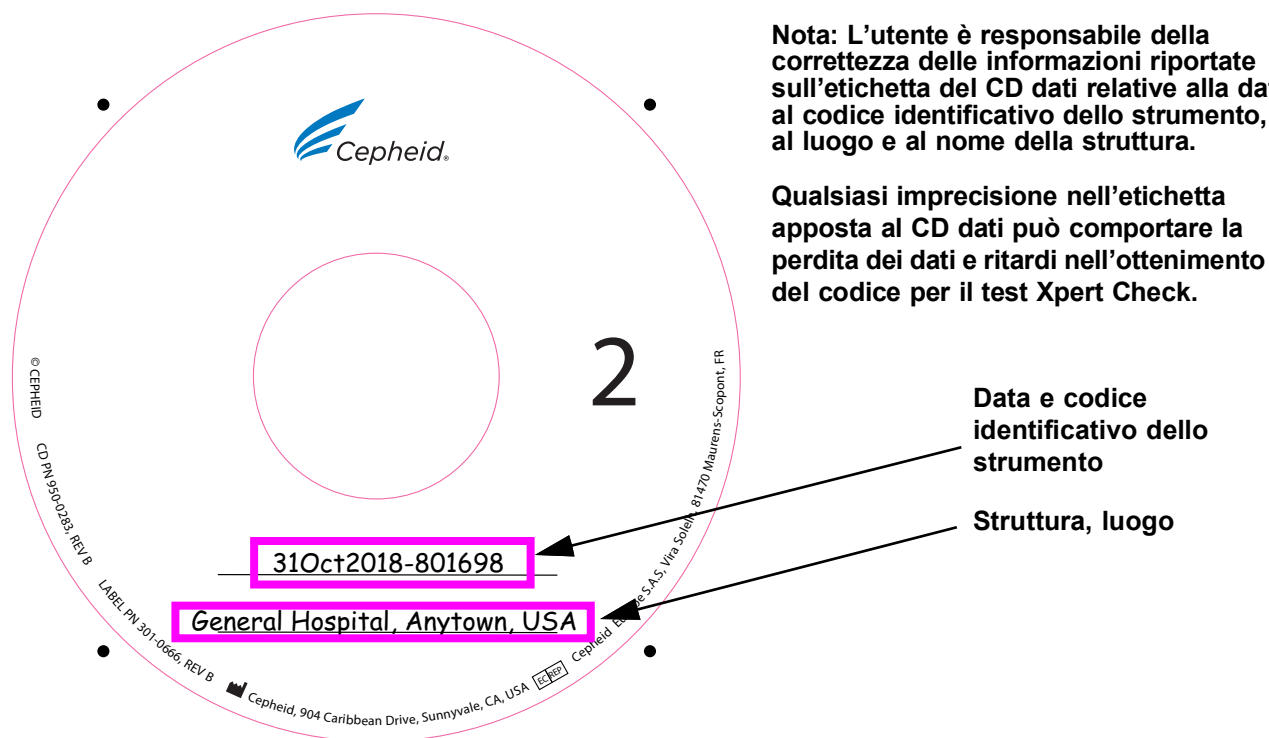

Figura 2-40. Esempio di etichettatura del CD
- Sull'etichetta del CD dei dati Xpert Check appena creato, scrivere con un pennarello la data, il codice identificativo dello strumento, il luogo e il nome della struttura in cui è stato eseguito il test. Un esempio di etichetta è riportato nella Figura 2-40.